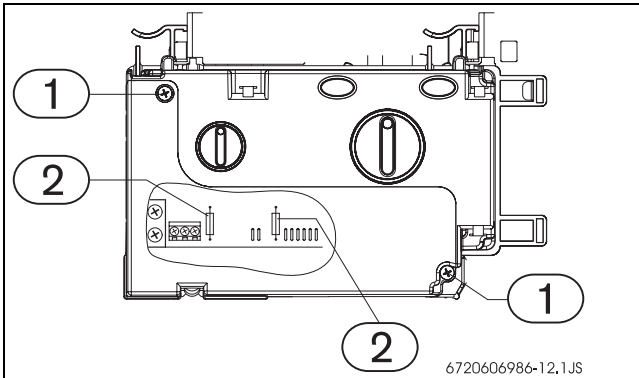

Fig. 18 Quadro comandi
- ▶ Rimuovere le viti dello sportellino, presso il quadro comandi (→Fig. 18, pos. 1).
- Sostituire il/i fusibile/i (→Fig. 18, pos. 2).